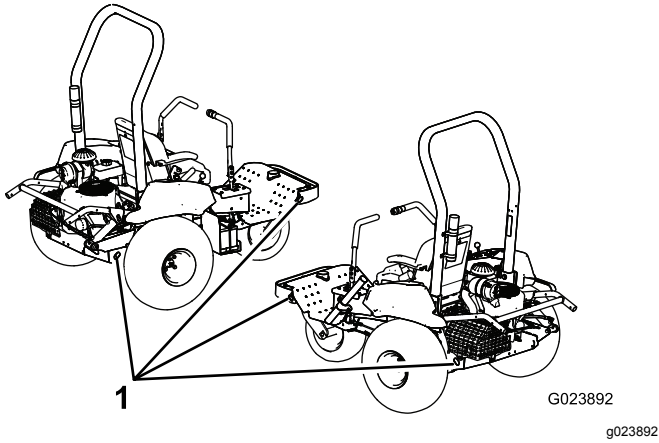

Figura 30
5. Utilize os pontos de fixação na máquina (Figura 30) para prender firmemente a máquina ao veículo de transporte com cintas, correntes, cabo ou cordas.